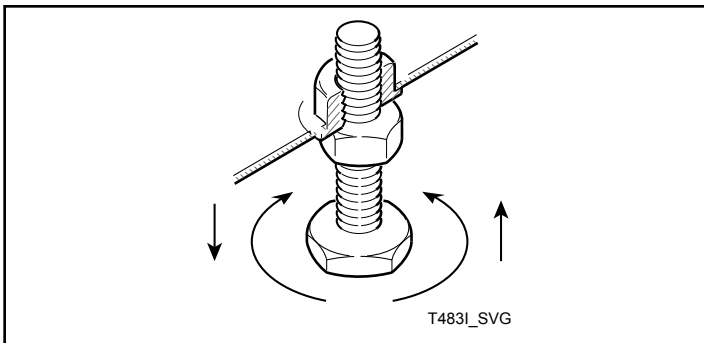

Figure 3
- Faire glisser le sèche-linge jusqu'à ce qu'il se trouve à l'emplacement désiré. Ajuster les pieds de réglage jusqu'à ce que l'appareil soit de niveau en veillant à ce qu'il ne soit pas plus de 3,3 mm [0,13 po] plus haut à l'avant qu'à l'arrière. Voir la *Figure 3*. Le sèche-linge à tambour ne doit pas balancer. Bloquer les pieds de réglage à l'aide des écrous installés.